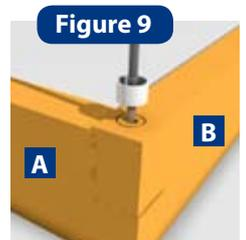

Figure 9
- Placez les anneaux de renfort entre chaque rangée (figure 9).